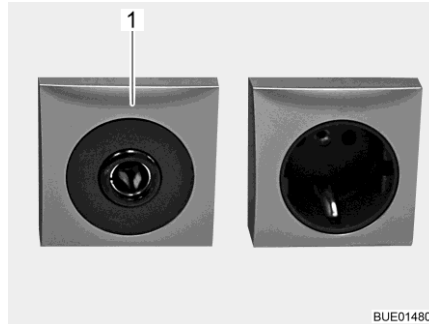

Bild 133 Eluttag 12 V/10 A
- ▷ Till 12 V-nätets eluttag (Bild 133,1) får endast apparater med maximalt 10 A anslutas.